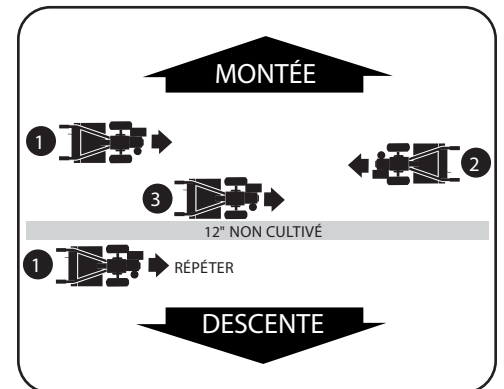

Figure 4-16
- Pour créer une terrasse, commencez à travailler en haut de la pente en progressant vers le bas. Travaillez d'une extrémité à l'autre de la première rangée. Voir Figure 4-16.